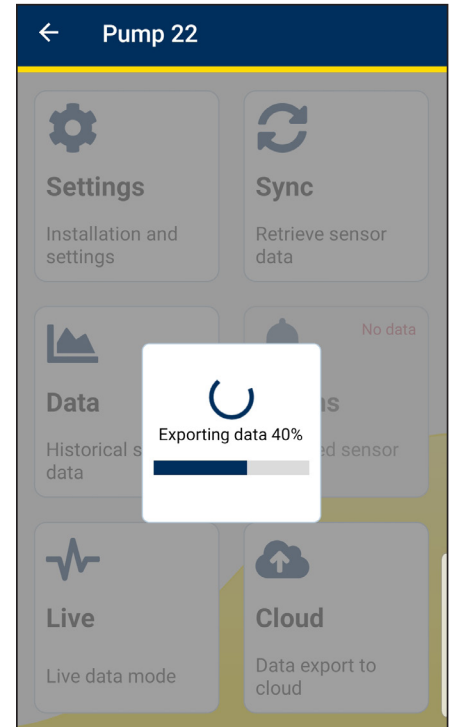

Abbildung 40
5. Der Fortschrittsbalken für den Datenexport wird angezeigt, bis der Export abgeschlossen ist (siehe Abbildung 40).